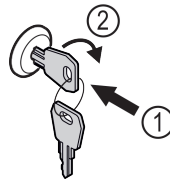

Fig. 159
- ▶ Вдавити ключ. Fig. 159 (1)
- ▶ Повернути ключ на 90° за годинниковою стрілкою. Fig. 159 (2)